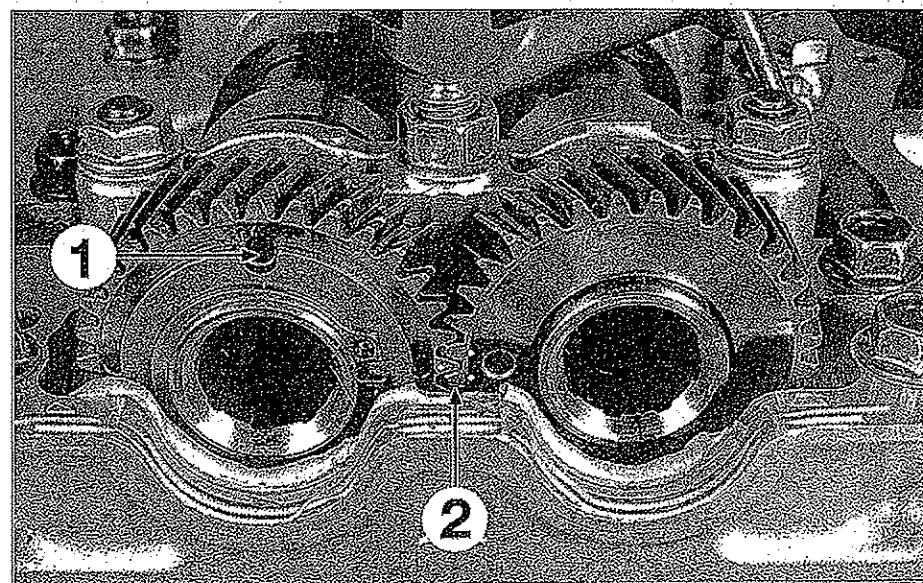

FIG. 35
- Alinear las marcas (2) (fig. 35) de los piñones de ejes de levas. Deben quedar al mismo nivel que la arista del cárter de ejes de levas (posición vertical del taladro (1) del útil de calado con pasador para precarga del piñón de eje de levas de escape).